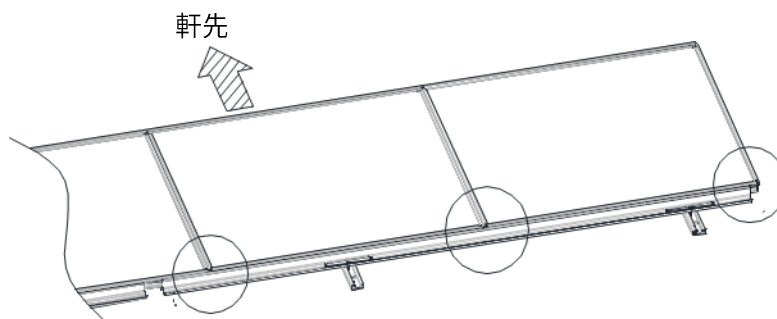

図 3-8. YSIII工法 モジュール固定手順
※複数列にまたがる横棧を施工する場合は、モジュール端部（図 3-8 の○指示部）付近で、②の作業を行ってください。隣り合うモジュール同士の高さが合っている状態で横棧の爪をはめ込んでください。